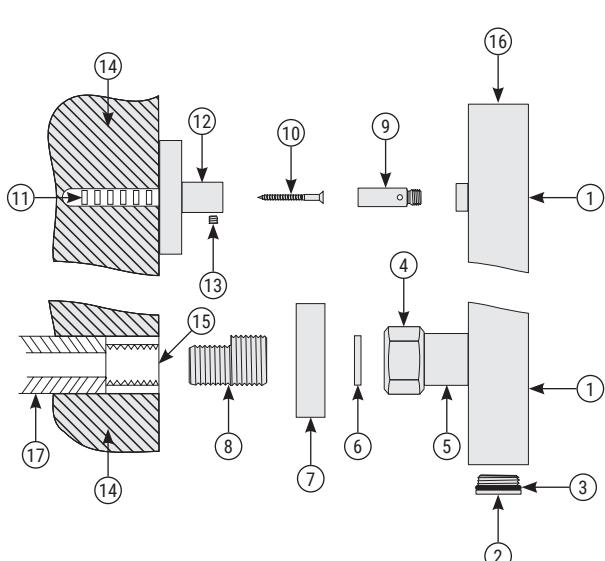

Рис.1
- 5.1. Сборку и установку изделия производить согласно схеме (рис. 1).
- 5.8. Для герметизации резьбовых соединений производитель комплектует изделие прокладками собственно-го изготовления (см п. 3.5 и рис. 1 «3», «6»).